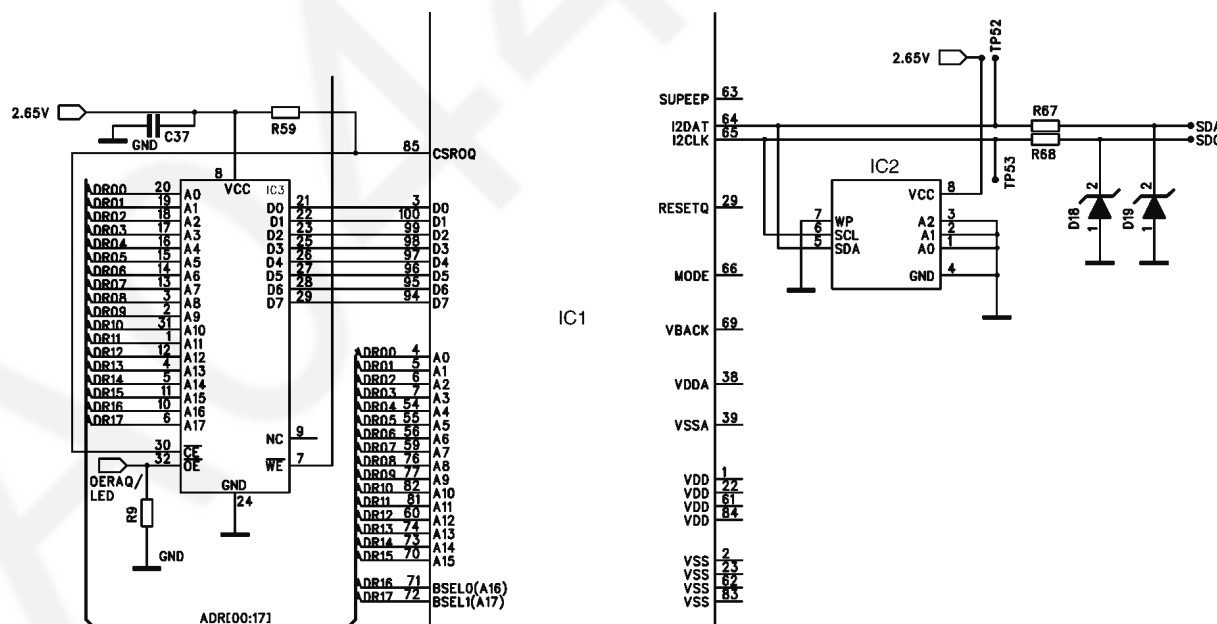

Fig. 24
7.1.3. FLASH ROM (SEE Fig. 24)
7.1.4. EEPROM (SEE Fig. 24)
7.1.5. FACTORY SERIAL PORT (SEE Fig. 24)